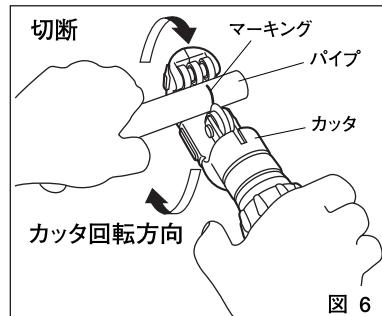

図 6
①パイプの切断位置をマーキングしカッタをセットしてください。(図6)
②ノブを少しずつ回し刃を送り込みながらカッタ本体を矢印の方向に廻してください。(図6)